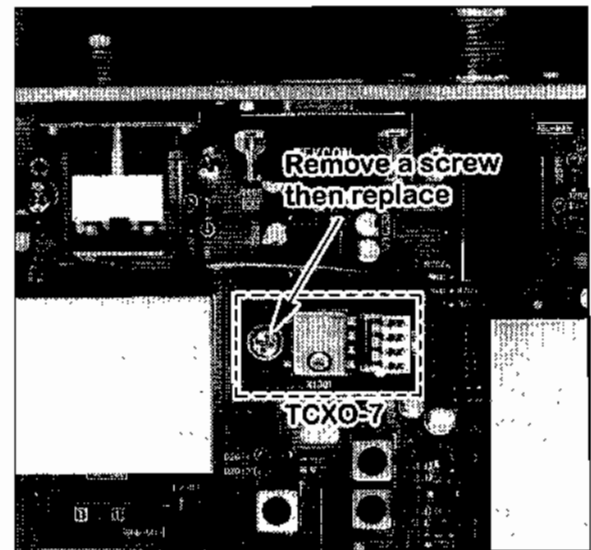

Figura 4
- ③ Tomando la figura 4 como referencia, retire la UNIDAD DEL OSCILADOR DE REFERENCIA y coloque el TCXO-7 en su lugar.
- ④ En esta etapa, damos por finalizada la instalación, y debido a que el TCXO-7 ha sido alineado cuidadosamente en la fábrica, por lo general no es necesario realizar ningún otro ajuste una vez montado en el equipo. Finalmente, vuelva a colocar la cubierta inferior del transceptor para sellarlo.